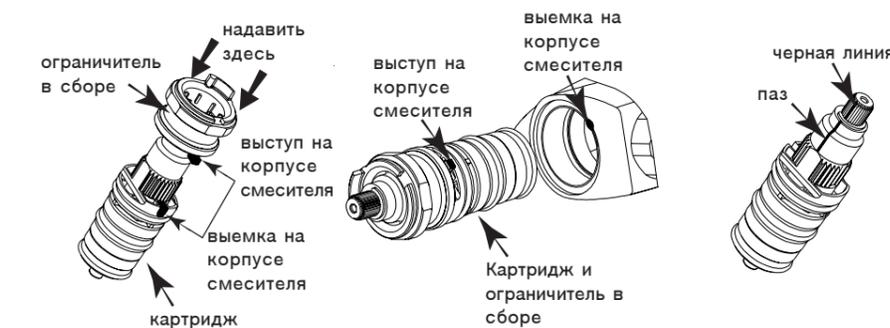

рисунок 5
- Наденьте ограничитель в сборе до упора на картридж так, чтобы выступ на корпусе ограничителя совпал с выемкой на корпусе картриджа. (См. рис. 5)